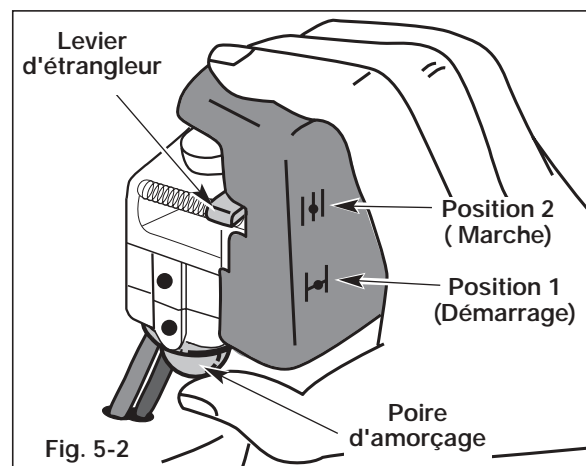

Fig. 5-2
3. Pressez et relâchez la poire d'amorçage à 10 reprises, lentement. Une certaine quantité de **carburant devrait être visible dans la poire d'amorçage** et les conduites de carburant (Fig. 5-2). Si vous n'apercevez pas de carburant dans la poire, pressez et relâchez la poire autant de fois que nécessaire jusqu'à ce que vous aperceviez du carburant dans cette dernière.
4. Mettez le levier d'étrangleur en Position 1 (Fig. 5-2).